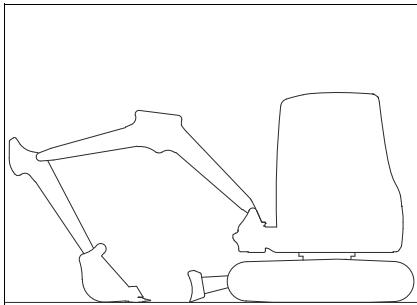

Fig.:186
- ▶ Estacionar el vehículo según las indicaciones en Fig. 186.